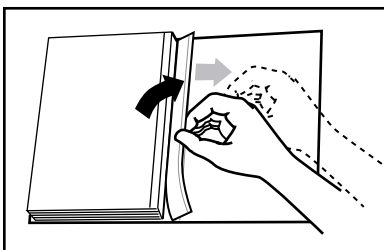

ABBILDUNG 22
9. Drehen Sie das Buch um. Öffnen Sie die Rückseite und ziehen Sie die restliche Folie ab, beginnend mit der oberen Ecke (siehe Abbildung 22).